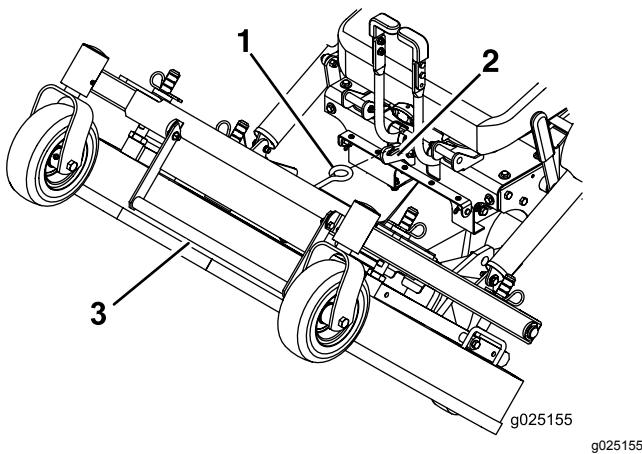

Figura 9
4. Usando el asa de elevación de la carcasa, eleve la carcasa y engáñchela en la posición elevada (el cierre está situado en el centro de la parte delantera del asiento), como se muestra en la Figura 9.
1. Sujete firmemente la barra de elevación de la carcasa, desenganche el enganche de la carcasa de corte de la máquina y baje la carcasa lentamente al suelo (Figura 9).